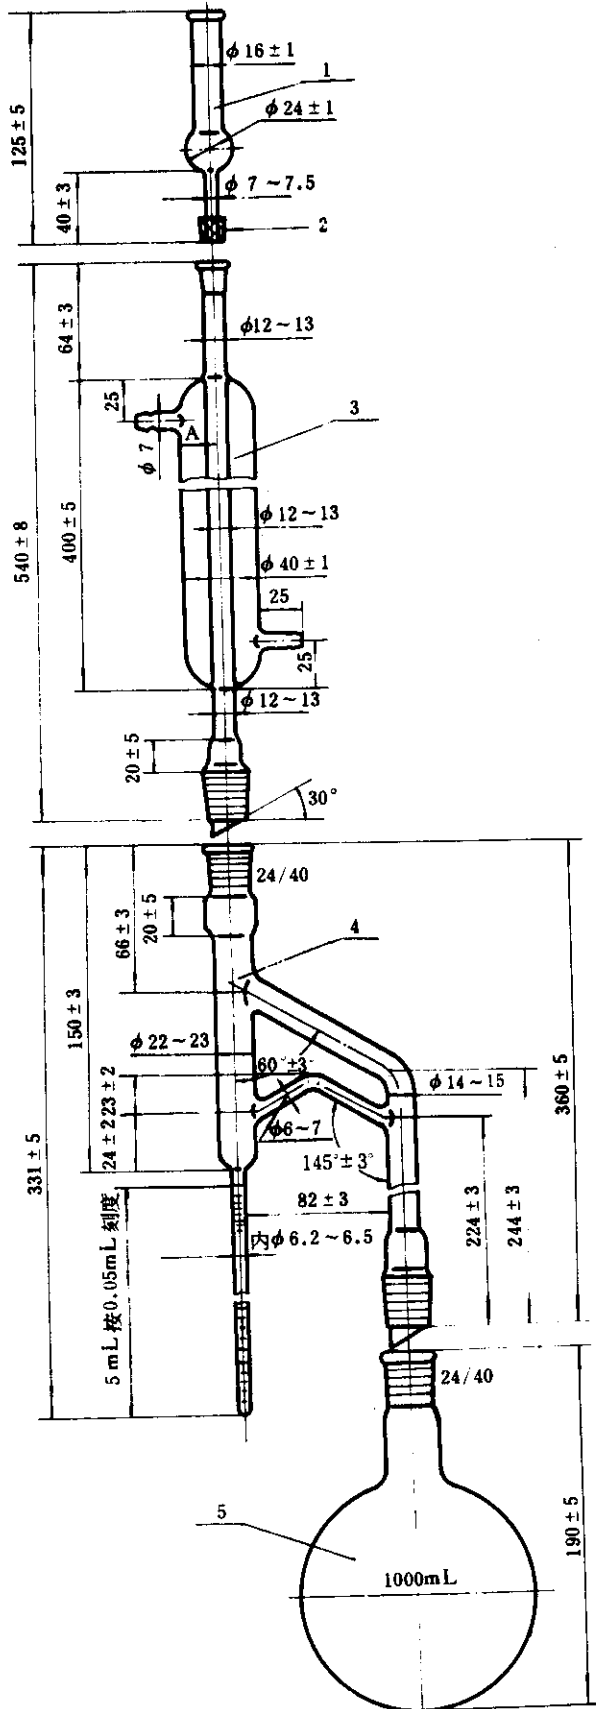

图 1 蒸馏仪器
**2.1 蒸馏仪器：**装配及详细规格见图1，由玻璃蒸馏烧瓶、直管冷凝器、有刻度的玻璃接受器组成。